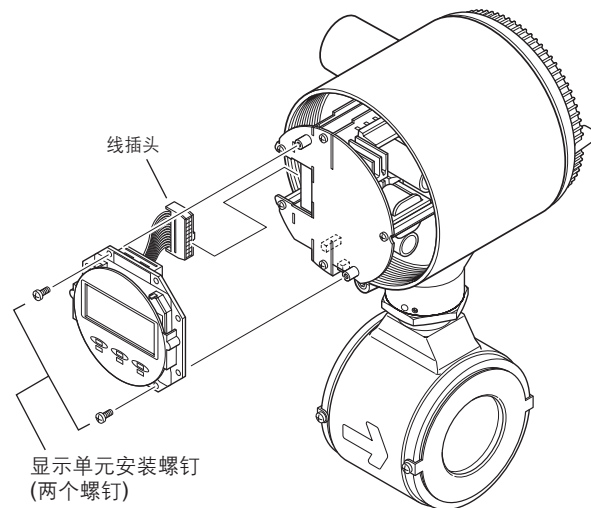

图5.4.3 拆卸和安装显示单元
- (3) 用手抓住显示单元取出两个安装螺钉。向左拉出显示单元的排线接头，注意不要损坏(参照图5.4.3)。